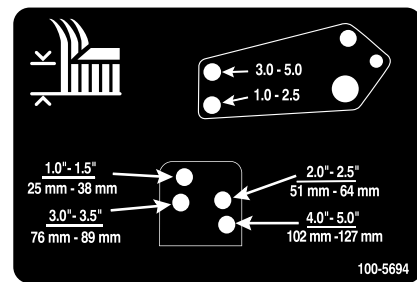

Bild 31
10. Fluchten Sie die Löcher des Stoßdämpferlenkers mit den ausgewählten Löchern in der Schnitthöhenhalterung am Mähwerkrahmen aus, setzen die Lastösenbolzen ein und bringen die Splinte an (Bild 31).